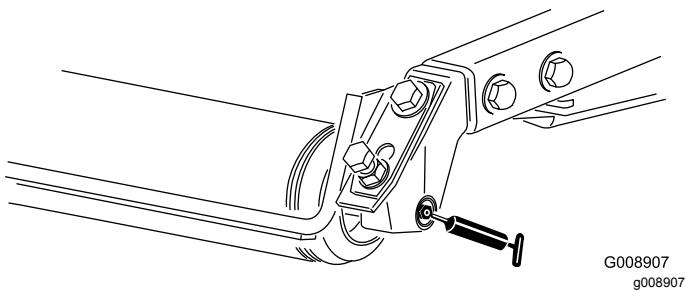

Рисунок 36
- Задние роликоподшипники (по 2 шт. на режущий блок) — Рисунок 36